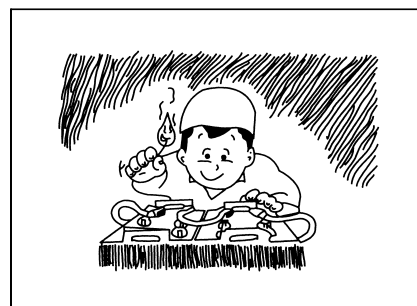

Рис. 2-20
- Запрещается подход зажигаемой сигареты или открытого огня к аккумулятору. (Рис.2-20)